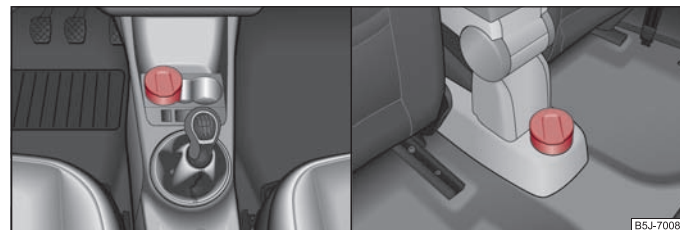

Fig. 76 Console centrale: Cendriers avant / arrière
- Enlevez le cendrier ⇒ fig. 76 en le tirant vers le haut. Ne maintenez pas le cendrier au niveau du couvercle pour le sortir - Risque de cassure. ►